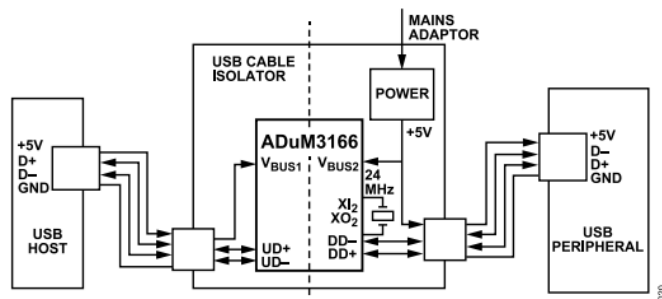

図 20. ADuM3166によるUSBケーブル絶縁アプリケーション
ADuM3165/ADuM3166は、ホストとペリフェラルの両方に接続するスタンドアロンのケーブル・アイソレータ内に、USB絶縁を実装するために使用できます。これには、ADuM3165とADuM3166のどちらでも使用できます。図20に示す実装例にはADuM3166が使われています。
- ▶ サイド2（ダウンストリーム）の電源。通常、最も便利なソリューションは、USBケーブルに5Vを供給するのに使用したのと同じ電源から、サイド2へ電力を供給する方法です。この電源は図20に示すように独立電源とするか、アップストリームのUSBケーブル電源から絶縁型5V電源を取り出す絶縁型DC/DCコンバータを介することができます。このような形で絶縁型DC/DCコンバータを使用する場合、DC/DCコンバータの効率と、ADuM3166のサイド2や接続されたUSBペリフェラルを含む出力負荷によっては、ホストのDFPから流れる最大許容電流に関するUSB 2.0の制限値未満に入力電流を維持するのが難しくなる可能性があります。絶縁型DC/DCコンバータの入力電流がUSB 2.0の制限値を超える場合は、代替手段としてサイド2に独立電源を使用します。